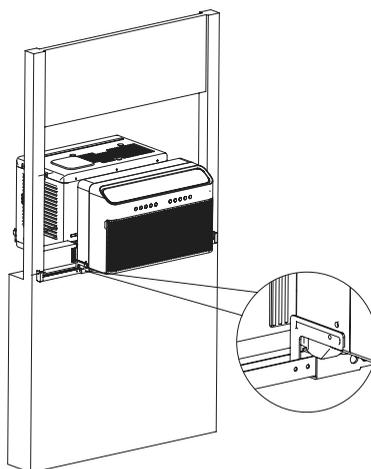

Figure 6
B. Fixez le climatiseur sur la plaque en L. Voir la figure 6.